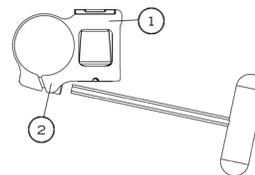

Fig. 16
- Installate il ricevitore del bracciolo (1) (Fig. 16) sul tubo posteriore del telaio a una distanza di 160 mm (6 1/4") dal tubo posteriore.
- Stringete leggermente la vite (2) per permettere al morsetto di rotare.
- Inserire il bracciolo o la protezione laterale nel ricevitore (1).
- Ruotate il ricevitore (1) finché la protezione laterale non si posiziona perpendicolarmente al sedile.
- Stringete le viti (2) strettamente.